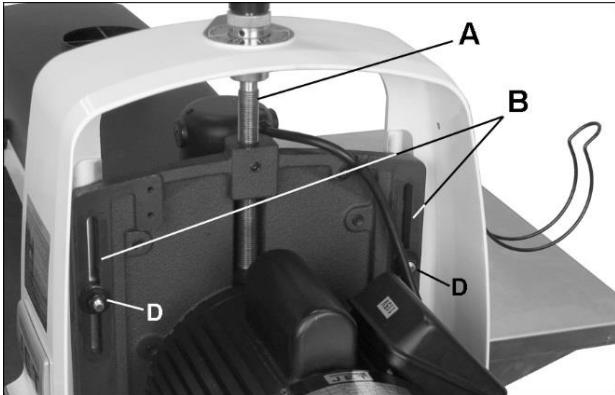

Рис. 10-1
- По мере необходимости смазывайте подъемный ходовой винт (A, Рис. 10-1).
- Поддерживайте чистоту в зоне направляющих (B, Рис.10-1).
Если механизм подъема барабана не работает легко и плавно, либо если имеется излишнее вертикальное перемещение или отклонение консоли барабана, затяните 4 контргайки (D, рис. 10-1) и затем ослабьте их на 1/8-1/4 оборота. Если контргайки слишком ослаблены, может возникнуть излишнее отклонение внешнего края консоли барабана.